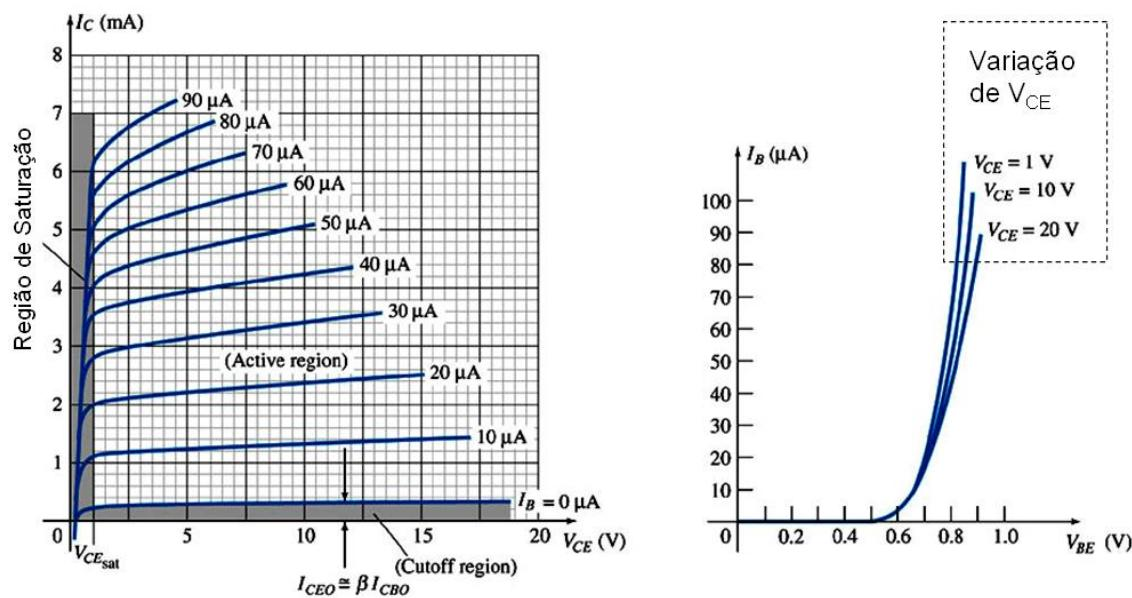

Figura 1 – Curvas características para o TJB na configuração Emissor Comum (EC).
**Questão 7** – Utilizando as curvas da Figura 1: